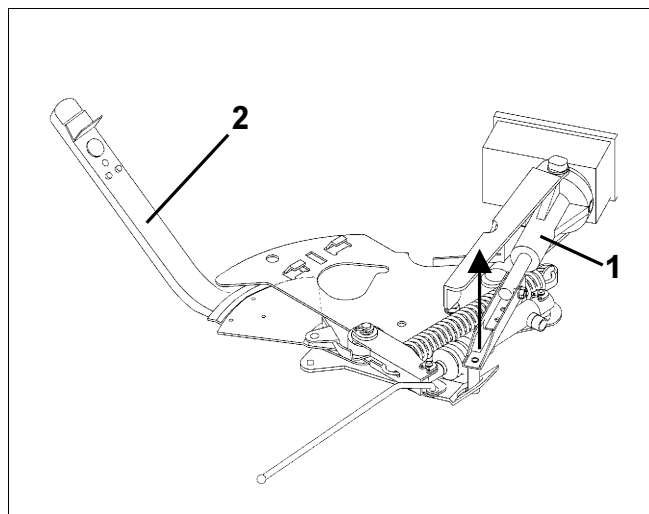

Fig. 103
- Levantar el servomotor (Fig. 103/1) y desenganchar la barra de empuje (Fig. 103/2) fuera de la conexión de enchufe de la corredera de dosificación.